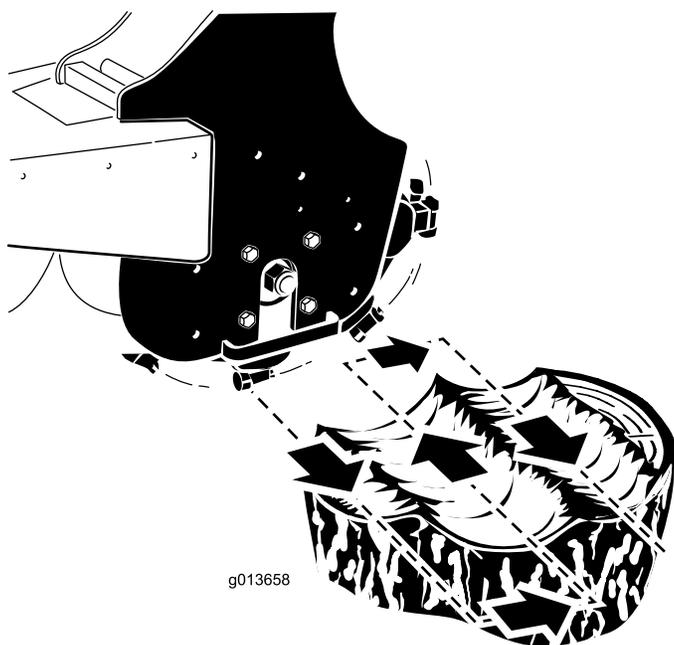

Bild 9
4. Positionieren Sie die Fräse links hinter den Stumpen (Bild 9).
5. Schwenken Sie die Fräse mit Hilfe des Anbaugerät-Kipphebels in Ihre Richtung und fräsen, je nach der Härte des Holzes, zwischen 0,5 und 5 cm ab (Bild 9).
6. Schwenken Sie die Fräse wieder aus (Bild 9), senken sie zwischen 0,5 und 5 cm ab und wiederholen die Schritte 4–6, bis Sie einige Zentimeter abgefräst haben.
8. Stellen Sie die Fräse nach rechts (Bild 9).